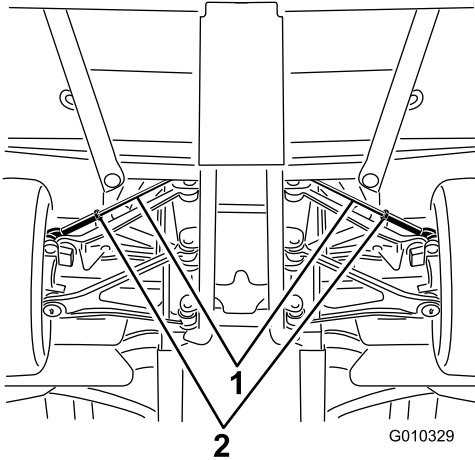

Bild 66
- A. Lösen Sie die Klemmmutter in der Mitte der Zugstange (Bild 66).